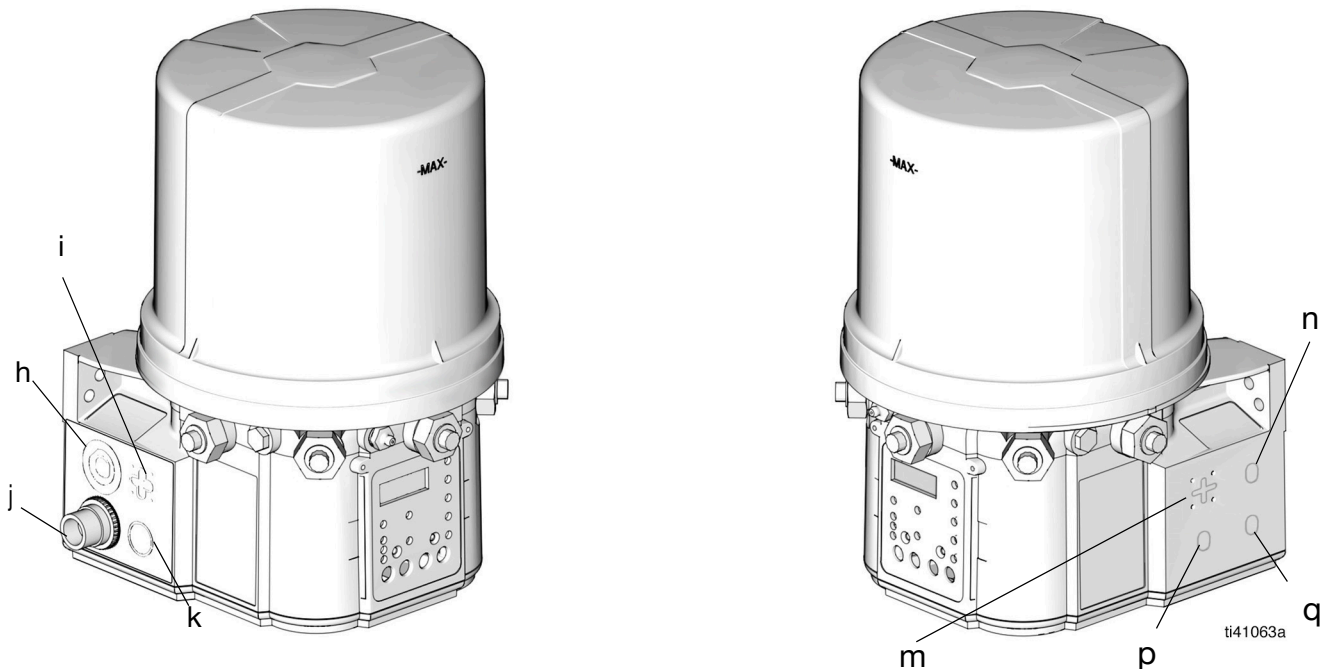

FIG. 1
**REMARQUE :** Les codes h - q se rapportent à un emplacement spécifique sur la pompe G5. Voir la FIG. 1 pour connaître ces emplacements.